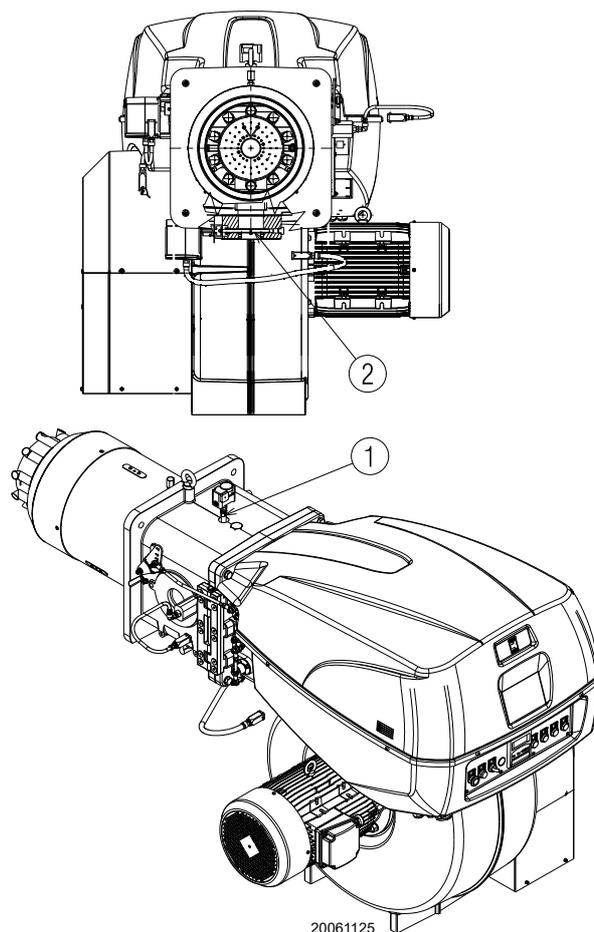

Fig. 22
Pression gaz mesurée à la prise 1)(Fig. 22 à la p. 22), avec:
Perte de charge vanne papillon gaz 2)(Fig. 22 à la p. 22) avec ouverture maximale: 90°.
- soustraire de la pression du gaz à la prise 1)(Fig. 22 à la p. 22) la pression chambre de combustion.
Pression de gaz à la prise 1)(Fig. 22) = 59,2 mbar
Pour connaître par contre la pression de gaz nécessaire à la prise 1)(Fig. 22), après avoir défini la puissance de modulation maximale à laquelle on désire faire fonctionner le brûleur:
- Lire sur la droite, colonne 1, la pression à la prise 1)(Fig. 22).
Pression nécessaire à la prise 1)(Fig. 22).